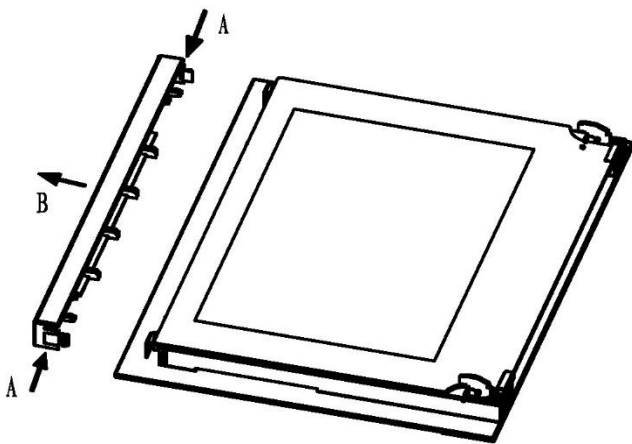

Fig. 1
1. Pulse el botón en el lado izquierdo y en el lado derecho de la puerta, saque el riel superior. (Fig.1)